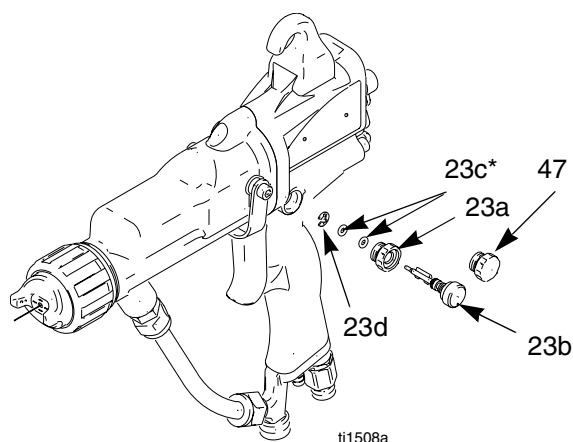

Fig. 22 Strypventil för sönderdelningsluft
2. Demontera strypventilen för sönderdelningsluft (23). Inspektera o-ringen (23c*). Byt ut om så behövs. Se Fig. 22.
3. Montera en ny strypventil för sönderdelningsluft (23) eller demontera och byt ut delarna var för sig. Utsticket på ventilen måste gå fri från luftventilspindeln (21).